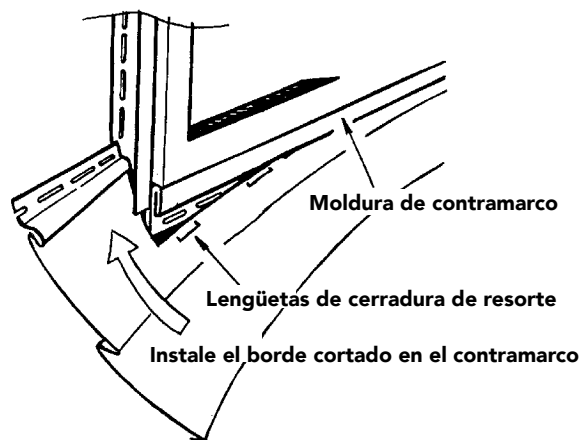

Figura 41
- Instale el panel de revestimiento, verificando que las lengüetas (del punzón de cerradura de resorte) se traben dentro de la moldura de contramarco (Figura 41).